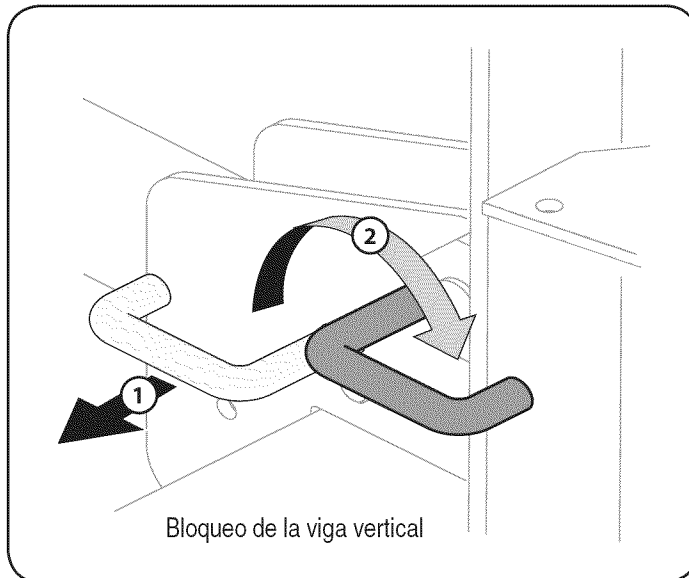

Figura 13
2. Para trabar la vigueta en posición vertical, tire del bloqueo de vigueta vertical y gírelo para ajustar la vigueta. Vea la Figura 13.